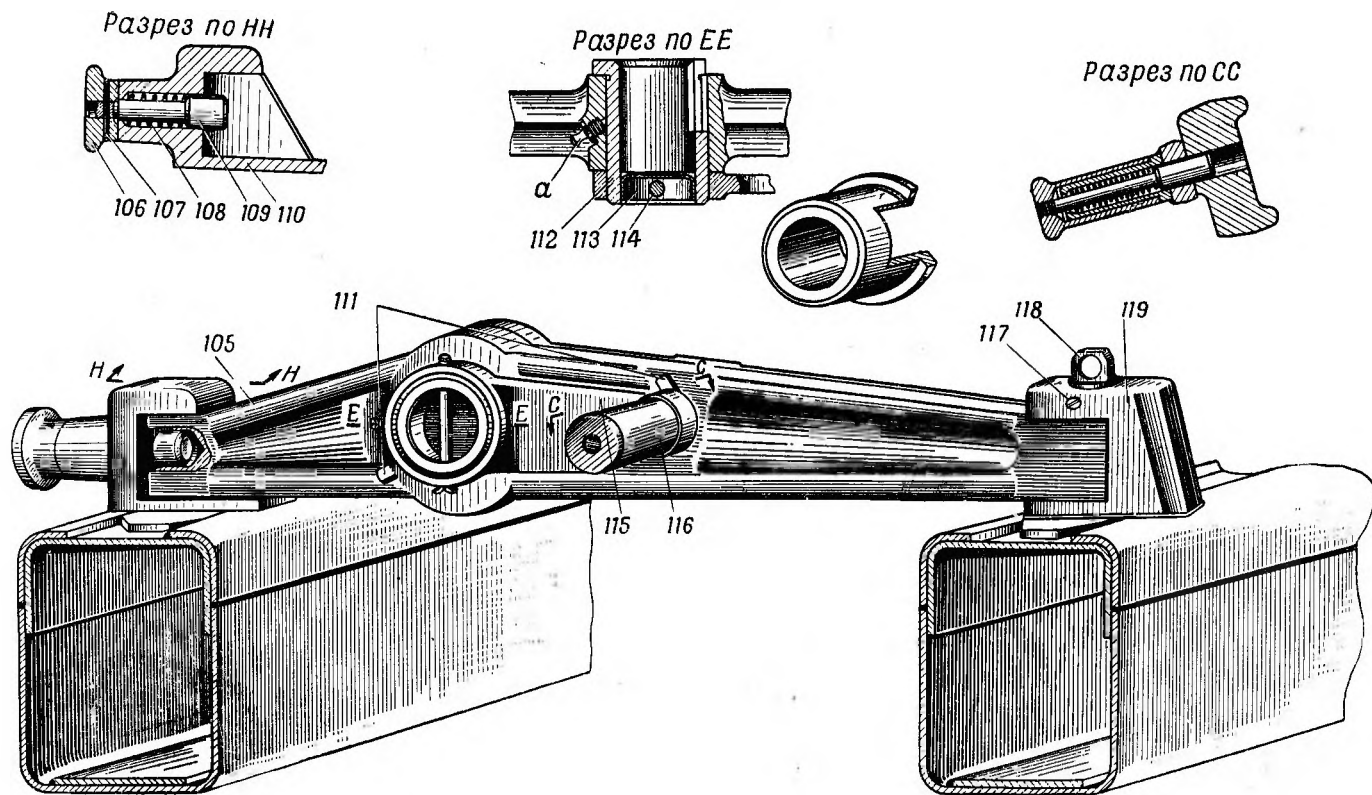

Рис. 53. Станины С619 (балка крепления по-походному):
Балка крепления по-походному 105 (рис. 53) предназначена для закрепления качающейся и вращающейся частей пушки по-походному.
3. Снять балку крепления по-походному и разобрать фиксатор балки (рис. 53), для чего:
3. Собрать балку крепления по-походному и установить ее на станину (рис. 53), для чего: